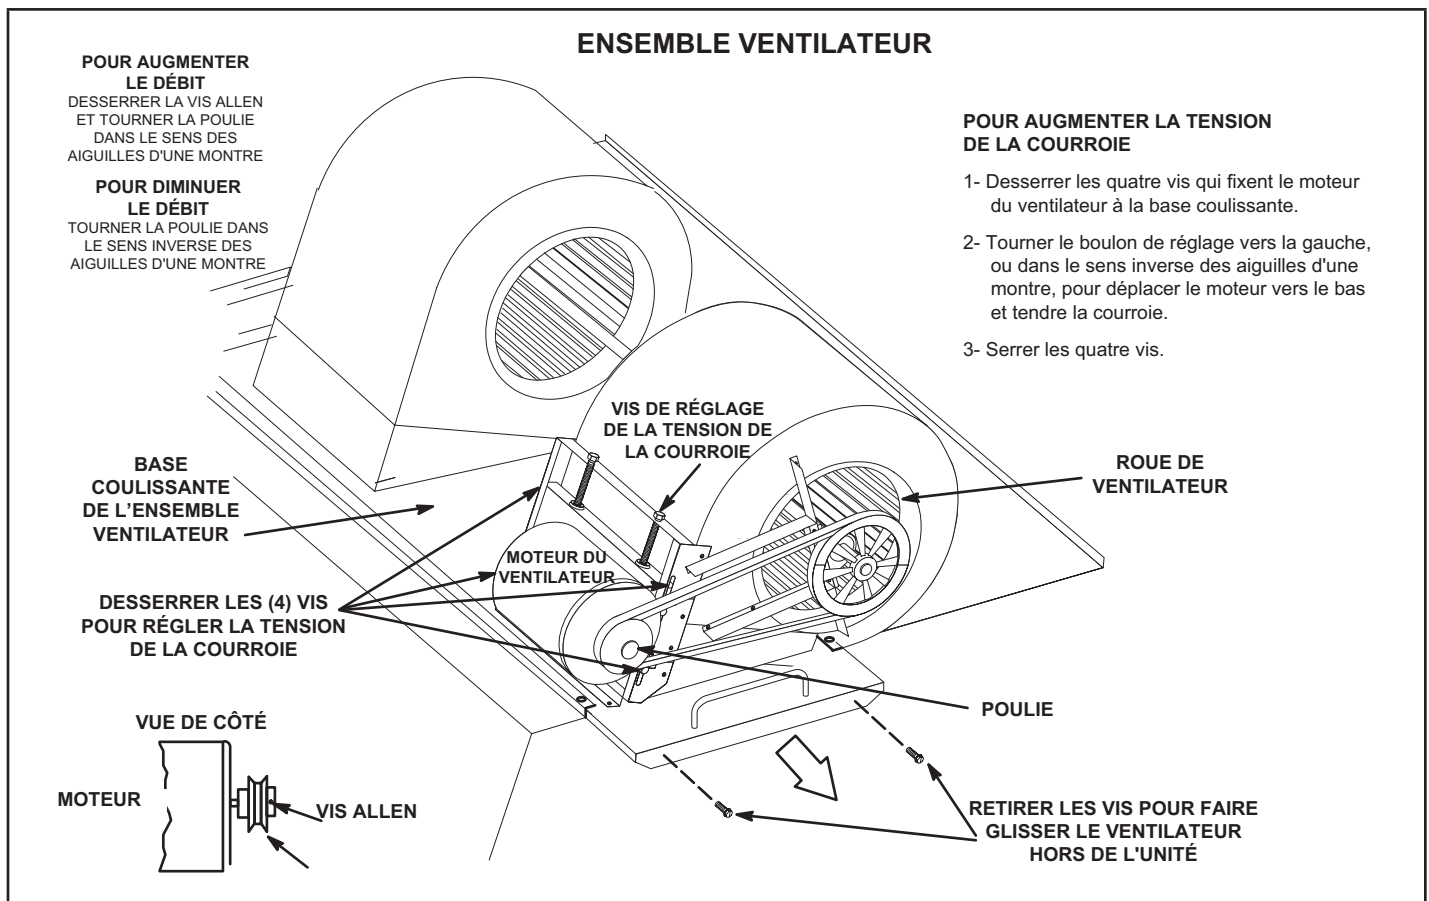

FIGURE 21
- 2 - Retirez les vis situées de chaque côté de la base coulissante de l'ensemble ventilateur. Reportez-vous à la FIGURE 21.
4 - La vitesse du ventilateur peut être réglée au niveau de la poulie du moteur. Desserrez la vis Allen et tournez la poulie réglable dans le sens des aiguilles d'une montre pour augmenter le débit. Tournez dans le sens inverse des aiguilles d'une montre pour diminuer le débit. Reportez-vous à la FIGURE 21. Ne dépassez pas les nombres minimum et maximum de tours de poulie indiqués au TABLEAU 3.
- 1 - Desserrez les quatre vis qui fixent le moteur du ventilateur à la base coulissante. Reportez-vous à la FIGURE 21.